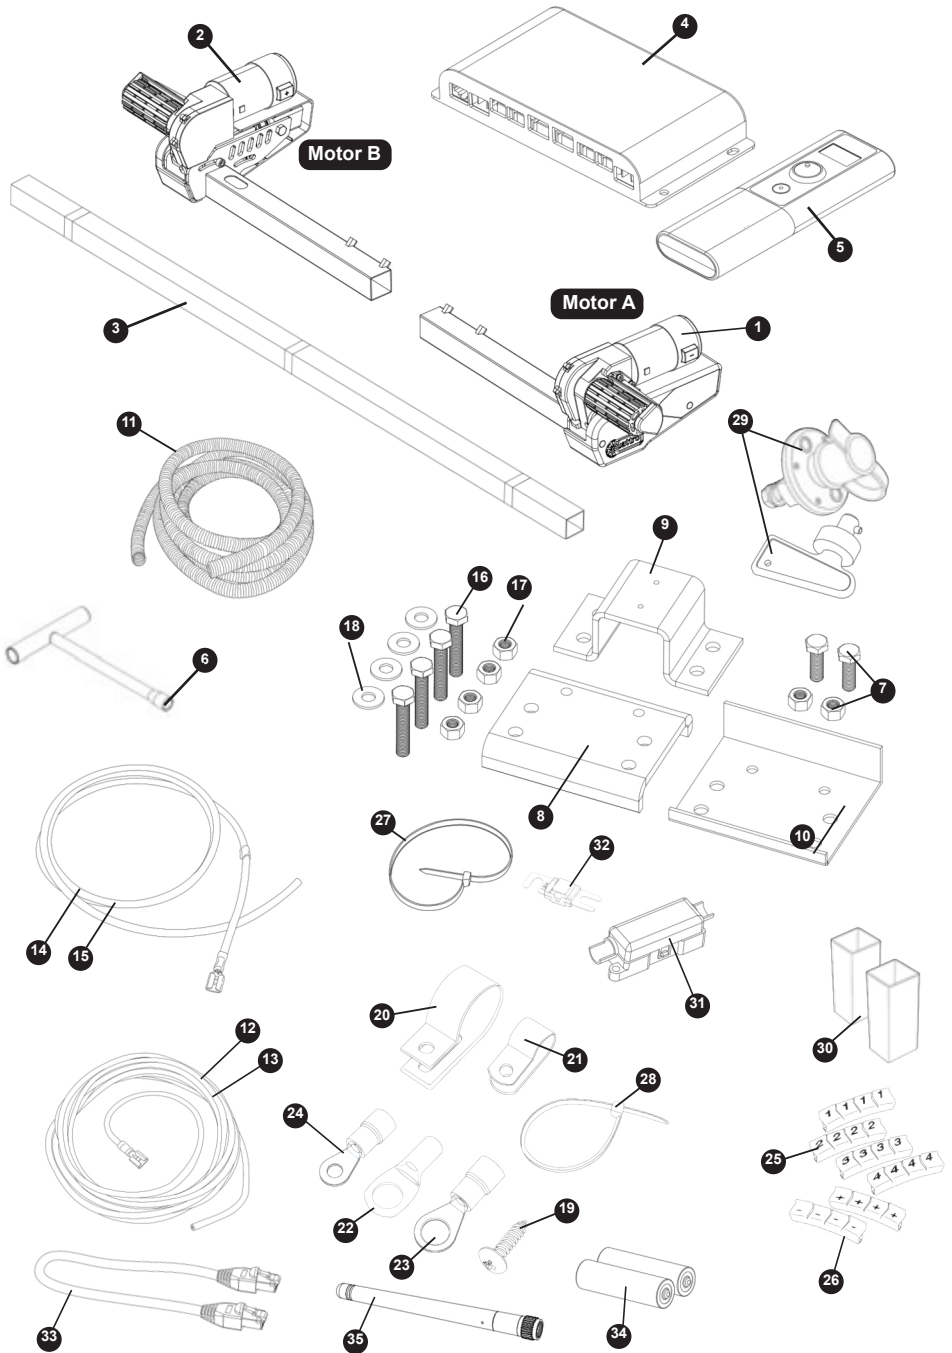
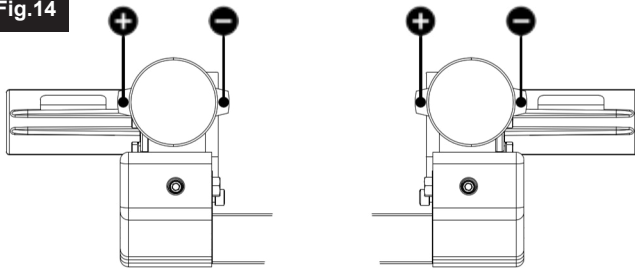

Fig.1
Fig.15
Monteer de motorframekant (1), de motorframekant (2) en de hoofddwarsbalk (3) losjes (zie Fig.1). De moeren (Afb.1.A) voor de bevestiging van de dwarsbalk mogen in dit stadium niet meer dan vingerdruk zijn.
Plaats het geheel (afb.1) losjes onder de caravan. In principe moet de eenheid vóór de wielen van de caravan worden gemonteerd, maar als montage in deze positie niet mogelijk is, is het toegestaan om de eenheid achter de wielen te monteren door het geheel 180° graden te draaien (let op: raadpleeg in dit geval later Fig.15 voor het bedradingsschema van de achteras). Zorg ervoor dat de hoofddwarsstang (3) in het midden van het samenstel caravan/mover is geplaatst (het midden is gemarkeerd). Stel het geheel zo af dat de rollers van de mover op één lijn staan met de banden, dit kan later nog iets bijgesteld worden.
Begin met de bedrading van uw second mover systeem door dezelfde procedures te volgen als vermeld in het vorige hoofdstuk "Installatie - Elektrische/Elektronische componenten". Fig.15 toont het bedradingsschema voor deze achteras opstelling. Fig.16 kan ook gebruikt worden voor een algemeen overzicht van hoe de bedrading van de dubbele as moet worden opgezet. Volg deze schema's nauwkeurig op om er zeker van te zijn dat de movers worden aangedreven zoals bedoeld en elkaar niet tegenwerken tijdens het gebruik.